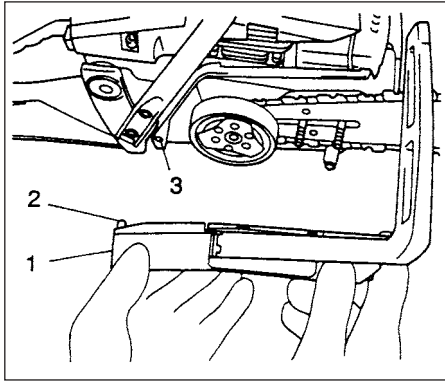
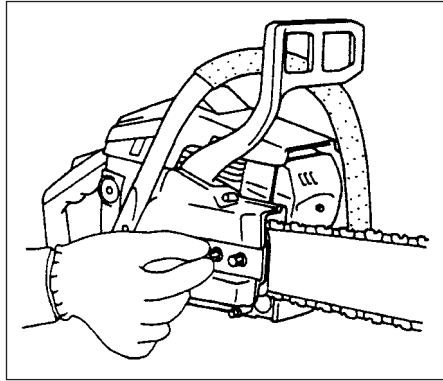

Fig.1-3
Fig.1-3B
4. Installare la scocca laterale (1) sui bulloni di fissaggio della spranga di guida inserendo la spina di posizionamento (2) sulla scocca laterale nel foro di posizionamento (3) sull'attrezzo. (Fig.1-3) Quindi, stringere a mano i dadi di fissaggio. (Fig.1-3B)
Puis serrer les écrous de serrage à la main.(Fig. 1-3B)